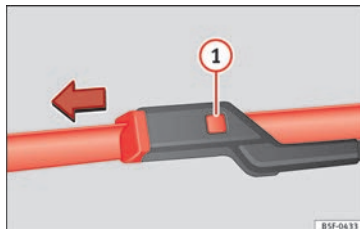

Fig. 200 Substituição das escovas do limpa para-brisas.
- Mantenha pressionado o botão de desbloqueio » Fig. 200 ① e puxe ligeiramente a escova no sentido indicado pela seta.